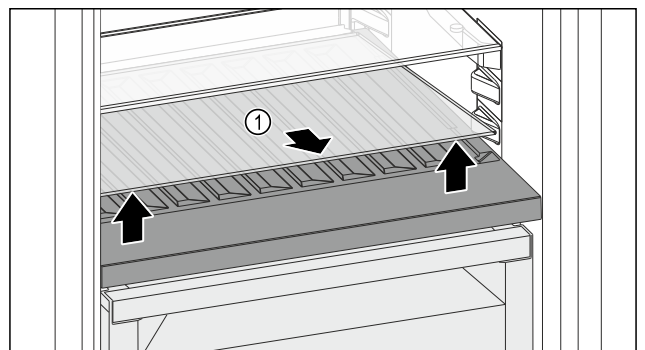

Fig. 164
- Glasplatte Fig. 164 (1) an der Aussparung vorne anheben und herausnehmen.
- Glasplatte Fig. 164 (1) außerhalb des Geräts sicher aufbewahren.
- Glasplatte (2) unter der variablen Flaschenablage einlegen.